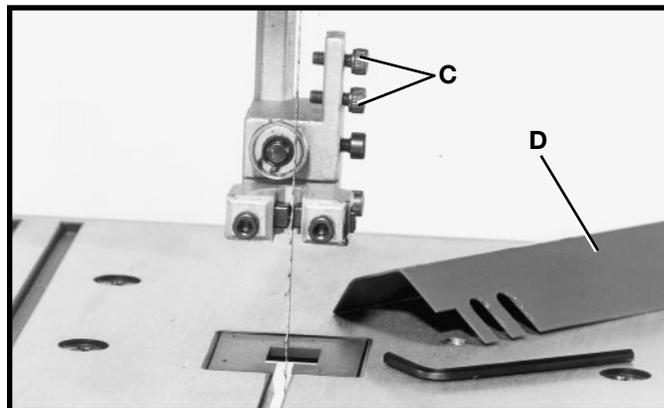

Fig. 35
3. Desserrez les deux vis (C) fig. 35, et retirez le protège-lame (D).